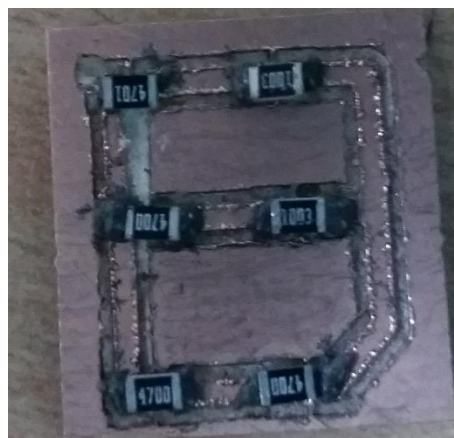

Figura 50. PCB resultante.
35. Final del proceso. En la figura 50 se muestra la PCB con los componentes de superficie (Resistencias).